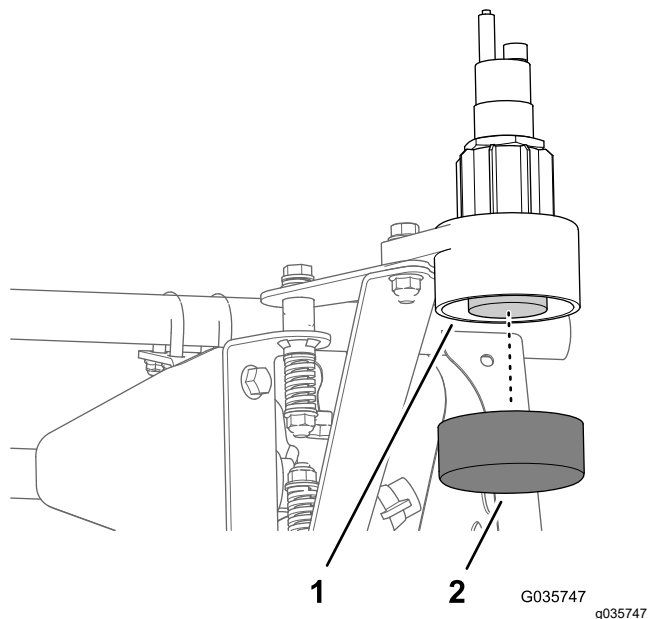

Figura 47
1. Instale el tapón en la parte inferior de la carcasa inferior (Figura 47).